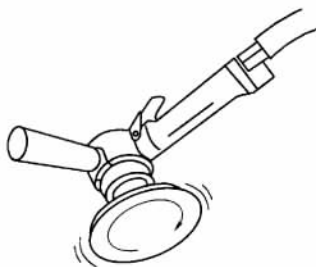

图 3-20 单作用打磨机
① 单作用打磨机。打磨盘垫绕一固定的点转动,砂纸只作单一圆周运动,称为单一运动圆盘打磨机或单作用打磨机,如图 3-20 所示。这种打磨机的扭矩大,其中速度低的主要用于刮去旧涂层,钣金工具就属于这类打磨机;速度高的用于漆面的抛光,也就是抛光机。